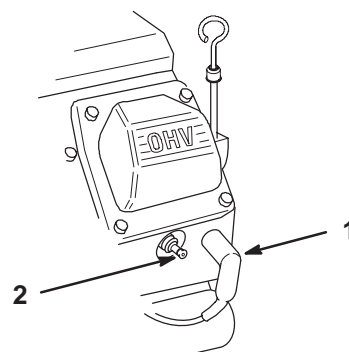

Figure 39
2. Débranchez les fils des bougies (Fig. 39). Nettoyez la surface autour des bougies pour éviter que des impuretés n'endommagent le moteur en tombant à l'intérieur.
3. Connectez les fils aux bougies (Fig. 39).